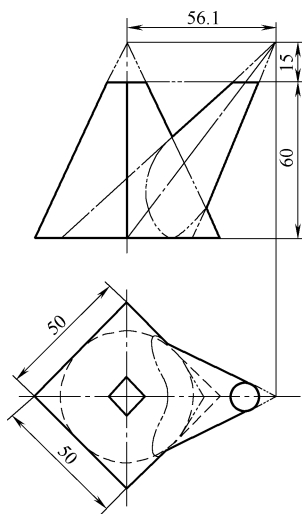

图 3-20
9. 图 3-20 所示为斜圆锥斜插四棱锥，试画出其相贯线。